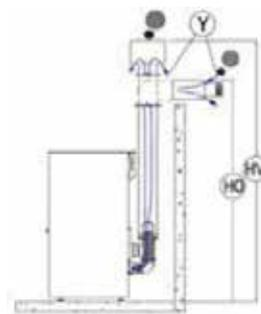

Fig. 11 - Collegamenti canna fumaria
- Altezza massima consentita per installazione canna fumaria a scarico verticale (tetto) HV = 6 mt (vedi Fig. 11).
- Altezza massima consentita per installazione canna fumaria a scarico orizzontale (parete) HO = 2,6 mt (vedi Fig. 11).